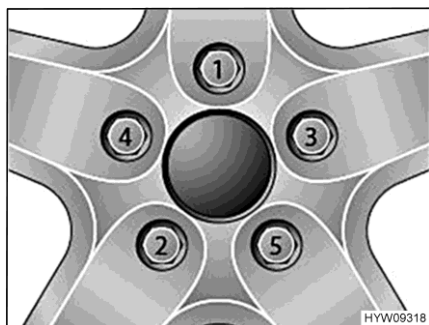

Fig. 105 Serrer en croix les écrous ou les boulons de roue
- Serrer les écrous ou les boulons de roue dans l'ordre indiqué à la Fig. 105. Utiliser pour ce faire une clé dynamométrique et respecter le couple de serrage prescrit (voir paragraphe 14.5).
- Vérifier régulièrement le serrage des écrous ou des boulons de roues. Resserrer tous les écrous ou les boulons de roue 50 km après le changement d'une roue. Respecter l'ordre indiqué à la Fig. 105.
- Si des jantes neuves ou repeintes sont utilisées, alors resserrer les écrous ou les boulons de roue une fois de plus après env. 1 000 à 5000 km. Respecter l'ordre indiqué à la Fig. 105.